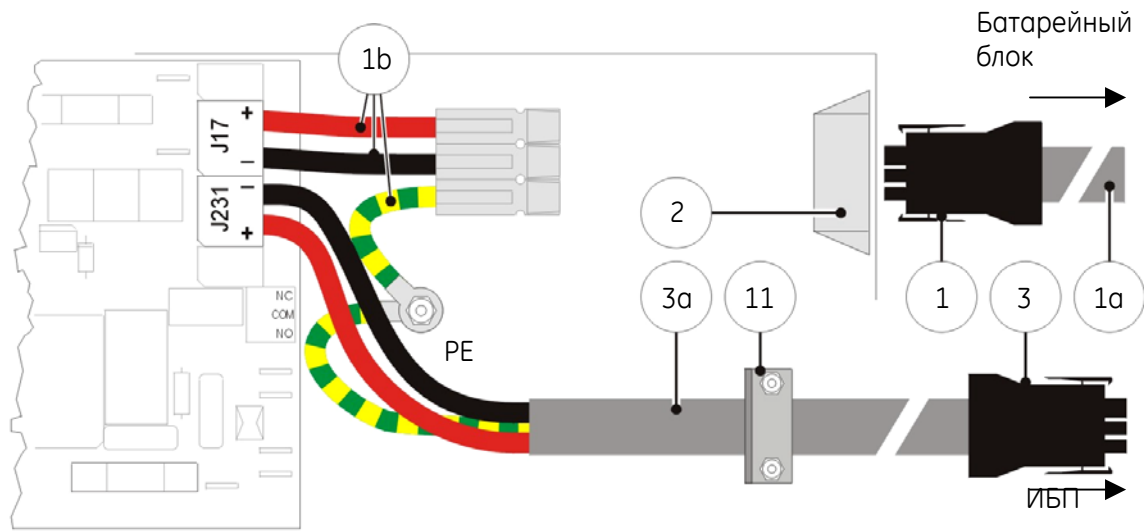

Рис. 5 Подключение кабелей к плате фильтра (для ИБП NetPro 3000)
- 4.4 Отключите кабель 3а от разъема J231 и клеммы PE (Рис. 5), снимите фиксатор (11, Рис. 5) и кабель 3а.